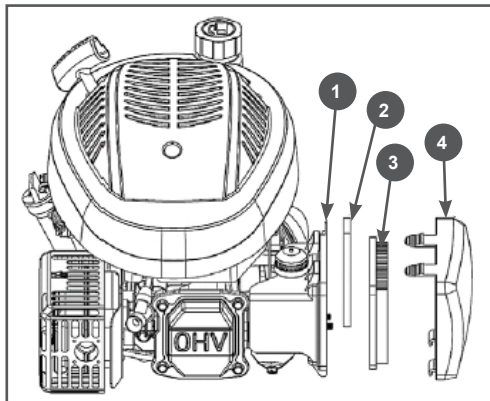

Рис. 16 Обслуживание воздушного фильтра
1. Снимите крышку воздушного фильтра 4 (Рис.16).
2. Извлеките из корпуса 1 фильтрующие элементы 2,3 (Рис. 16).
4. При незначительном загрязнении промойте поролоновый фильтрующий элемент 2 (Рис.16) теплым мыльным раствором и просушите. Поврежденный или сильно загрязненный поролоновый фильтрующий элемент замените.
Бумажный фильтрующий элемент 3 (Рис.16) не подлежит очистке, необходима его замена. Не продуйте бумажный фильтрующий элемент сжатым воздухом, не промывайте его в бензине и других растворителях.